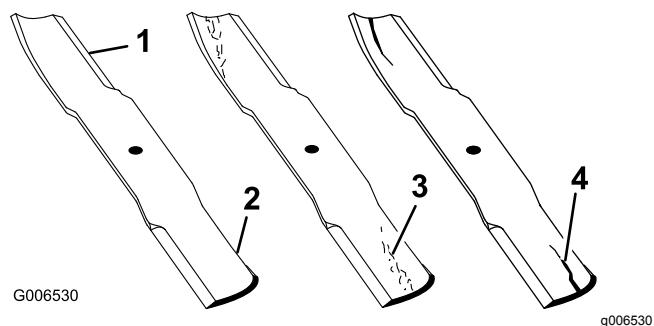

Figure 62
1. Examinez le tranchant des lames (Figure 62).
4. Remplacez immédiatement toute lame fendue, usée ou qui présente une entaille (Figure 62).